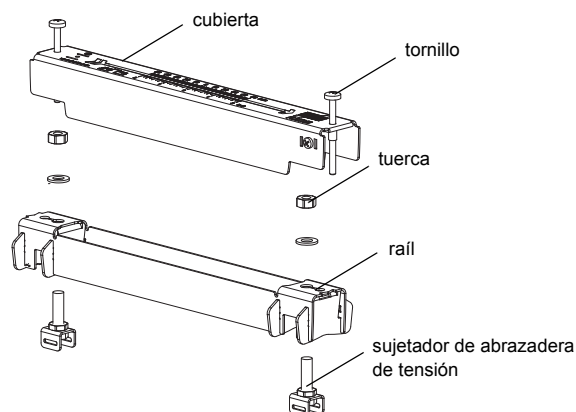

Fig. 9.6: Desmontaje del Variofix L
- Desmontar el porta-transductores Variofix L (véase Fig. 9.6).